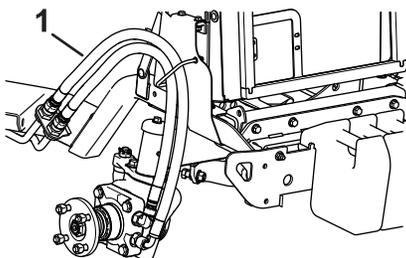

Figura 15
15. Pase las mangueras a través de la guía de mangueras (Figura 15).